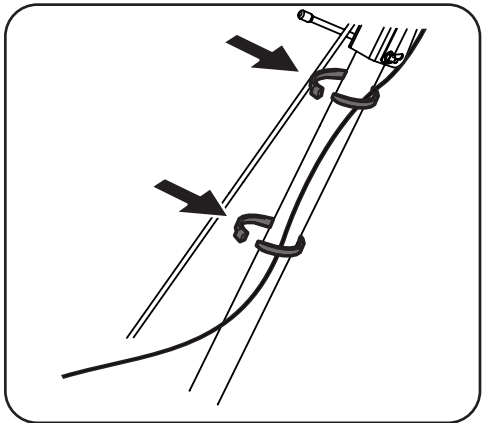

Figura 2-4
2. Pase el cable por el eje de la manija y asegúrelo con precintos justo por encima del soporte de ajuste inferior de la manija y debajo del soporte de ajuste superior de la manija. Consulte la Figura 2-4.